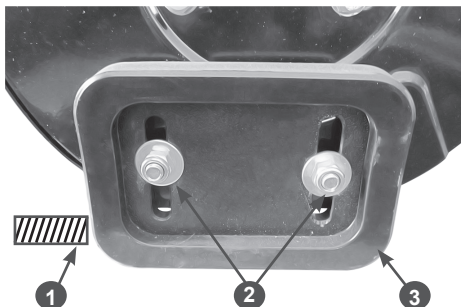

Рис. 21 Регулировка высоты забора снега
- Открутите гайки 2 крепления ползков на 1-2 оборота и установите ползков на необходимую высоту (Рис. 21). Снова затяните гайки.